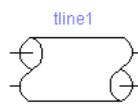

Рисунок 14 – Меню раздела Miscellaneous
13. **Miscellaneous** - компоненты смешанного типа (Рис. 14).